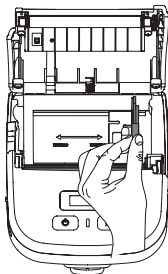

Figura 1
1. Segure a parte superior do controlo deslizante e deslize-o para a direita (conforme indicado na Figura 1).